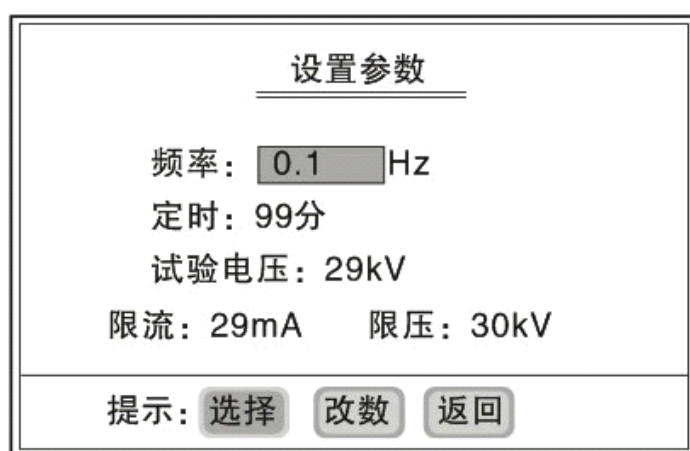

图 5 ( 设限界面 )
按上述方法连好所有线路之后，就可以将电源开关打开。仪器在微机上电复位下，自动进入如图 5 所示的设限界面。在进行连线、拆线、或暂不使用仪器时，应将电源关掉。电源插座上装有保险管。若开机屏幕无显示，应先检查保险管是否熔断。大小应按表 1 提供的数据更换。
在图 5 所示的设限界面上，可根据试验的需要设定好输出频率、试验时间、试验电压、高压侧的过流保护值、过压保护值。修改方法如下：
- (A) 点击“升压”键, 仪器进入自动升压程序。
- (B) 点击“设限”键, 仪器返回至图 5 所示的设限子界面, 以便重新修改参数。
- (C) 点击“查看”键, 查看最近九次的试验数据。
- (4) 自动升压